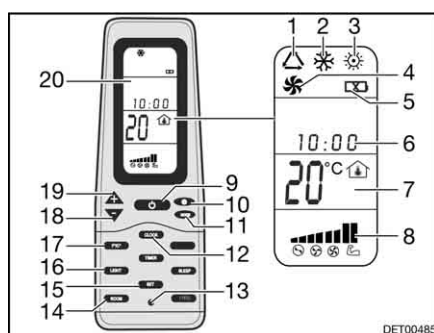

Fig. 136 Télécommande
- Appuyer sur la touche ON/OFF (Fig. 136,9).
- Appuyer sur la touche "Mode" (Fig. 136,11) autant de fois que nécessaire pour que le mode de fonctionnement souhaité (Fig. 136,1, 2, 3 ou 4) s'affiche à l'écran (Fig. 136,20).
- Régler la température désirée à l'aide des touches "+" (Fig. 136,19) et "-" (Fig. 136,18).
- Sélectionner le niveau de ventilation souhaité à l'aide de la touche de vitesse du ventilateur (Fig. 136,10).